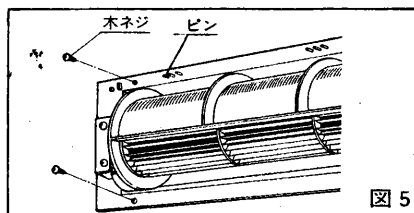

図5
(4) 本体を付属の木ネジで木枠に直接取付けてください。(図5)